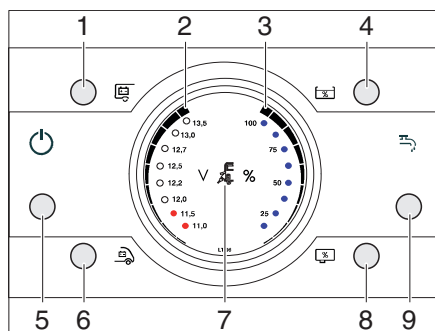

Fig. 251 Panneau de contrôle LT 96
Le voyant de contrôle 230 V (Fig. 251,7) s'allume si l'arrivée du bloc électrique est sous tension de réseau.
L'interrupteur principal 12 V (Fig. 251,1) établit ou coupe le panneau de contrôle et l'alimentation 12 V de la cellule.
Mise en service : ■ Appuyer brièvement sur la touche de l'interrupteur principal 12 V (Fig. 251,1). L'alimentation 12 V de la cellule est assurée. La DEL de contrôle s'allume.
Mise hors service : ■ Appuyer brièvement sur la touche de l'interrupteur principal 12 V (Fig. 251,1). L'alimentation 12 V de la cellule est coupée. La DEL de contrôle s'éteint.
Avec les touches de la batterie de cellule (Fig. 251,1) et de la batterie de démarrage (Fig. 251,6), on affiche l'état de charge des batteries.
- Appuyer sur la touche de la batterie de cellule (Fig. 251,1).
La charge de la batterie est affichée (Fig. 251,2).
- Appuyer sur la touche de la batterie de démarrage (Fig. 251,6).
Avec les touches de niveau de remplissage du réservoir d'eau (Fig. 251,4) et de niveau de remplissage du réservoir d'eaux usées (Fig. 251,8), on peut afficher la quantité d'eau et la quantité d'eaux usées.
- Appuyer sur la touche de niveau de remplissage du réservoir d'eau (Fig. 251,4). Le niveau de remplissage du réservoir d'eau est affiché (Fig. 251,3).
- Appuyer sur la touche de niveau de remplissage du réservoir d'eaux usées (Fig. 251,8). Le niveau de remplissage du réservoir d'eaux usées est affiché (Fig. 251,3).
Avec la touche de pompe à eau MARCHE / ARRET (Fig. 251,9), on peut activer et désactiver la pompe à eau. La mise en service proprement dite de la pompe à eau se fait à l'ouverture d'un robinet d'eau lorsque la pompe à eau est activée. Si la pompe à eau est désactivée, la pompe à eau reste désactivée même lorsqu'on ouvre un robinet d'eau.
- Appuyer brièvement sur la touche de pompe à eau MARCHE / ARRET (Fig. 251,9). La pompe à eau est activée. La DEL s'allume.
- Appuyer brièvement sur la touche de pompe à eau MARCHE / ARRET (Fig. 251,9). La pompe à eau est désactivée. La DEL s'éteint.
La DEL "11,0 V" clignote dans l'affichage (Fig. 251,2) dès que la tension de la batterie descend en dessous de 11 V (mesurée en marche) et qu'il y a risque de décharge profonde de la batterie.